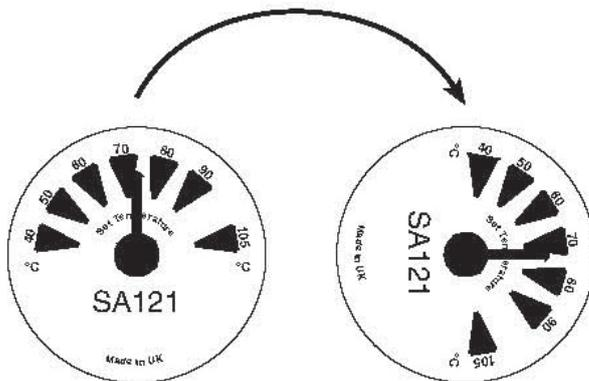

Fig. 4
1. Retirer le bouchon de protection (6) et utiliser un tournevis approprié pour régler l'aiguille (3) sur le trait du milieu (1).
2. Retirer le couvercle transparent (2).
3. Retirer l'aiguille (3).
4. Enlever l'échelle de température (4) et la remettre dans la position désirée, voir Figure 4.
5. Repositionner l'aiguille (3) sur le trait du milieu (1).
6. Remettre le couvercle transparent (2).